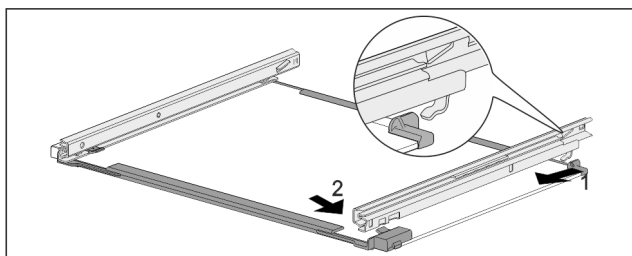

Fig. 158 Glasplade med skinner
- ▶ Fastgør skinnen bagtil. Fig. 158 (1)
- ▶ Lad skinnen gå i indgreb foran. Fig. 158 (2)